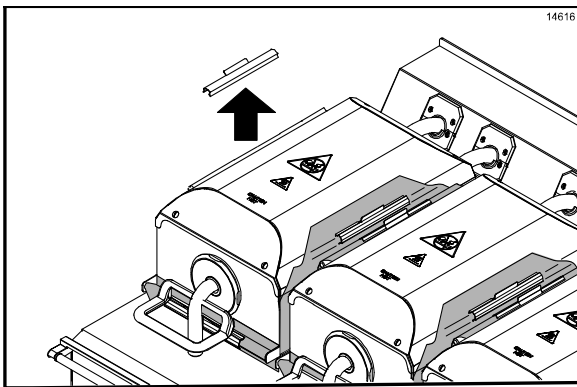

图 82
8. 拆下铁弗龙不粘膜的固定夹片、固定杆和不粘膜。将夹片和固定杆拿到水槽下水池去清洗和冲洗。如有必要，将它们浸入 SolidSense APSC 热溶液中以去除碳积累。(请见图 82)